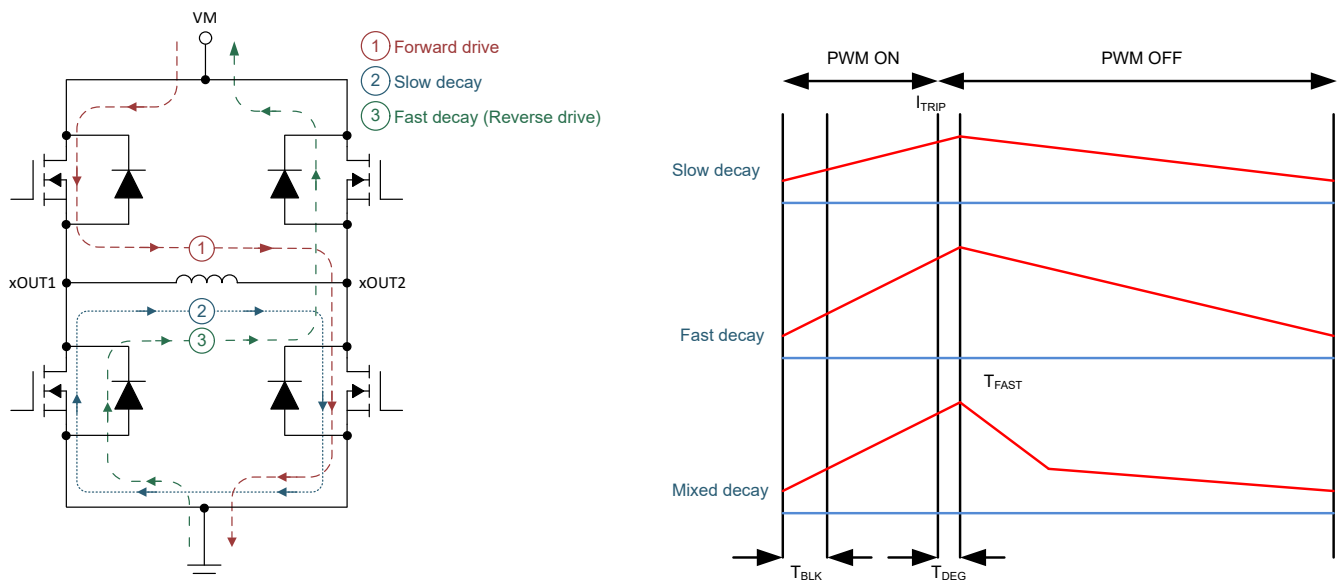

图 7-5. 衰减模式
在 PWM 电流斩波期间，将启用 H 桥以驱动电流流过电机绕组，直至达到斩波电流阈值。图 7-5 的项目 1 中展示了这种情况。
- 在快速衰减模式下，一旦达到 PWM 斩波电流电平，H 桥便会通过导通对侧的 MOSFET 进行状态逆转，使绕组电流反向流动。由于绕组电流接近零，因此会禁用该电桥，以防止进一步出现反向流动的电流。图 7-5 的项目 3 中展示了快速衰减模式。
- 在慢速衰减模式下，通过启用 H 桥中的两个低侧 MOSFET 来实现绕组电流的再循环。图 7-5 的项目 2 中展示了这种情况。